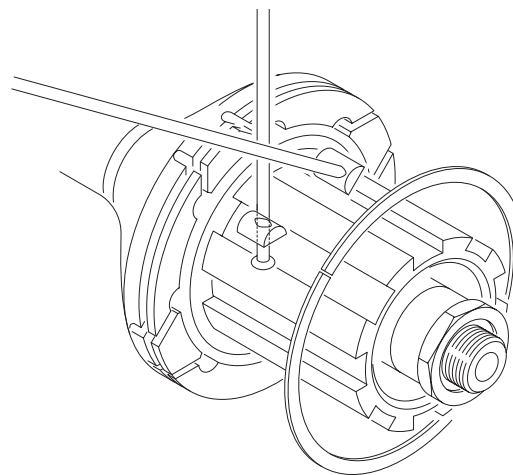

Fig.57
- Inserite il nuovo raggio nell'apposita sede del mozzo orientando il lato del barilotto di maggior spessore verso il suo interno (Fig. 57). Riposizionate il raggio sovrastante (se necessario) e l'anello fermaraggi.
- Fit the new spoke in the special seat in the hub, positioning the thickest side of the barrel towards the inside (Fig. 57). Reposition the overlapping spoke (if necessary) and the spoke stop ring.
- Die neue Speiche in den vorgesehenen Sitz auf der Nabe einführen, wobei die stärkere Seite der Speichenbrücke nach innen gerichtet wird (Abb. 57). Falls notwendig, die vorgelagerte Speiche wieder in die ursprüngliche Position bringen und den Speichenhalterungsring wieder anbringen.
- Introduisez le nouveau rayon dans le logement réservé à cet effet sur le moyeu, en orientant le côté du barillet de la plus grande épaisseur vers son intérieur (Fig. 57). Remettez le rayon au-dessus (si besoin est) et la bague de blocage des rayons.
- Meter el nuevo radio en el asiento correspondiente del buje, girando el lado del barrilete de mayor espesor hacia su interior (Fig. 57). Volver a colocar bien el radio que pasaba por encima (de ser necesario) y el anillo bloquea-radios.
- Bevestig de spaak en het plaatje in de uitsparing van de naaf, let erop dat de dikste zijde van de barrel naar de binnenkant van de naaf wijst (fig. 57). Herplaats indien noodzakelijk de overkruisende spaak en de spaakstopring.